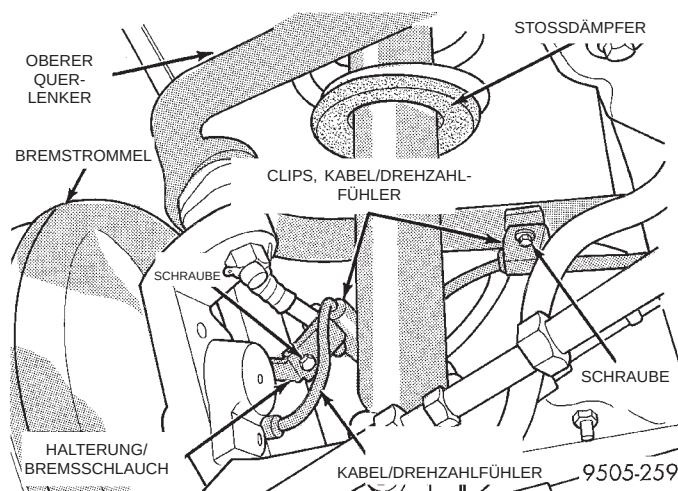
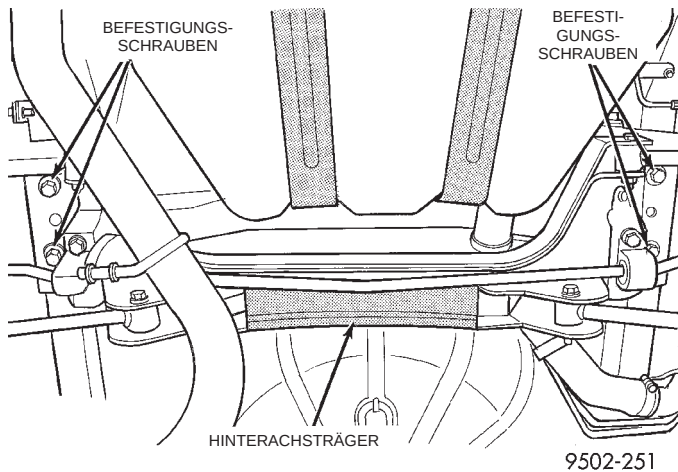

Abb. 38 Befestigung des Drehzahlfühlerkabels am oberen Querlenker
Abb. 39 Befestigung des Hinterachsträgers an den Längsträgern
(7) Bei Fahrzeugen mit ABS den Clip des Drehzahlfühlerkabels von den Halterungen am oberen Querlenker lösen (Abb. 38).
(8) Muttern, Schrauben und Unterlegscheiben der vier Querlenker von den Hinterradträgern abbauen.
(9) Die vier Schrauben lösen, mit denen der Hinterachsträger an den Längsträgern befestigt ist (Abb. 39).
(9) Bei Fahrzeugen mit ABS die Clips des Drehzahlfühlerkabels an den Halterungen am oberen Querlenker montieren. Schraube eindrehen und festziehen (Abb. 38).
(10) Die Haltetaschen der Stoßdämpfer an den Hinterradträgern anschrauben. Räder anbauen. Radmuttern in der vorgeschriebenen Reihenfolge bis zum halben Anzugsmoment anziehen. Dann die Muttern